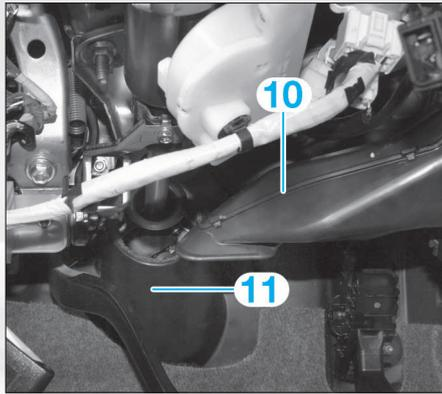

FIG. 7
Dans l'habitacle, déposer la bouche d'aération (10) et le cache de colonne de direction (11) (fig. 7).